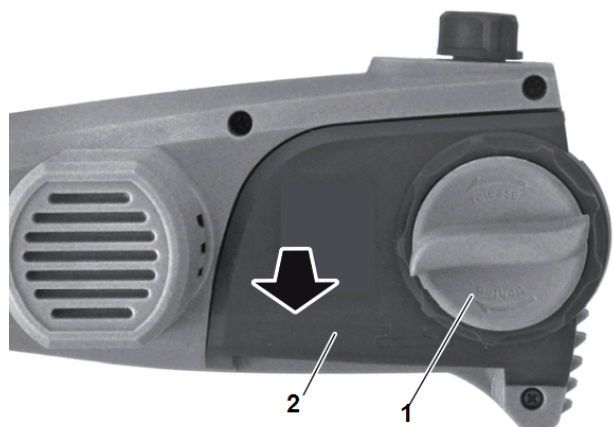

Рис.2
1. Открутите гайку (1) Рис.2 и снимите крышку шины(2).